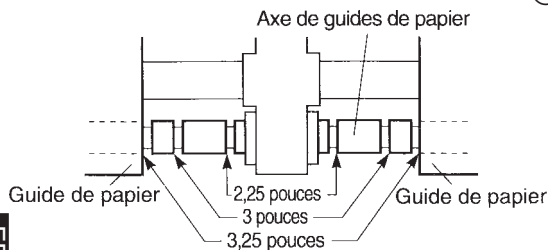

Fig. 2-3 Positionnement des guides de papier (SP317)
- ⑤ Réglez la position des guides de papier gauche et droit. Veillez à laisser un espace de 0,5 mm entre l'extrémité du guide et du papier, puis bloquez le levier de verrouillage.
- Pour régler la position des guides de papier, placez les anneaux d'arrêt dans les espaces sur l'axe des guides de papier qui correspondent à la largeur du papier à charger (voyez la figure 2-3).
- ⑥ Mettez le commutateur d'alimentation de l'imprimante sur la position de marche.
- ⑦ Coupez l'extrémité du papier en veillant à couper droit. Si l'extrémité du papier est fixée à l'aide d'un adhésif, il convient de l'éliminer. En effet, toute trace de matière adhésive sur le papier que vous insérez dans l'imprimante risque d'adhérer au rouleau d'impression et d'empêcher l'alimentation correcte du papier.
- ⑧ Placez le rouleau de papier comme illustré, puis insérez l'extrémité du papier aussi loin que possible sous le guide de papier et enfoncez ensuite la touche d'avance FEED du panneau de commande afin de faire avancer le papier.
- ⑨ Une fois que le papier ressort par la fente de sortie de l'imprimante, relâchez la touche d'avance FEED. Insérez ensuite l'axe pour rouleau de papier dans le rouleau de papier, puis mettez l'axe en place en le fixant dans les encoches de maintien.
- ⑩ Insérez l'extrémité du papier dans la fente de la barre de déchirage, puis remettez le cache arrière en place en inversant l'ordre de la dépose décrit au point 3 ci-avant.